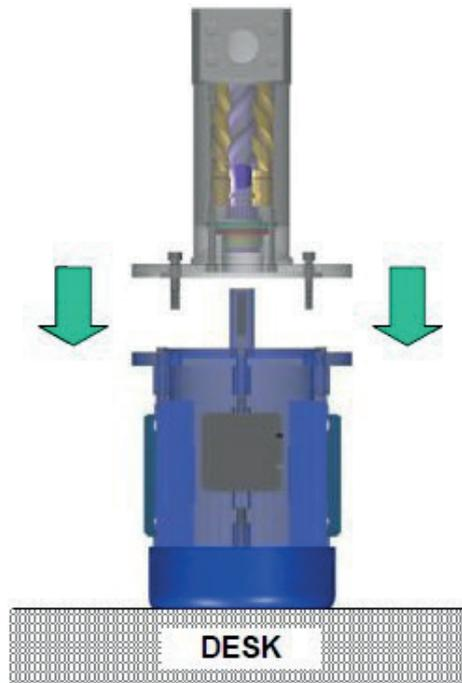

Bild 6 - Hohlwellen Montage
- Den Motor wie in der Zeichnung in **vertikale Position** bringen (siehe Abbildung 6);